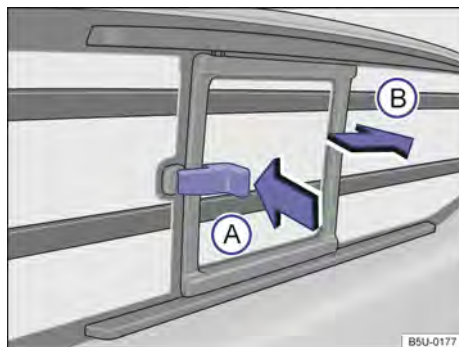

Fig. 58 No compartimento de carga: abertura do vidro correção.
Pressionar o fecho no sentido da seta → Fig. 58 ① e ao mesmo tempo movimentar o vidro no sentido da seta ②.